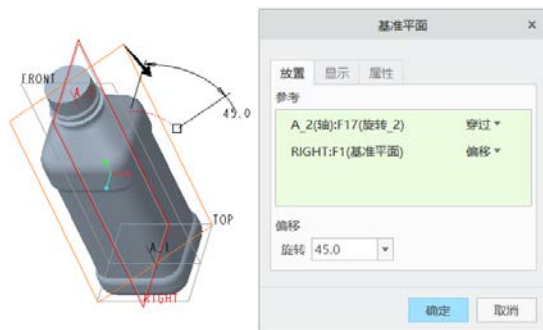

图 13-67 创建基准平面 DTM2
- 2 选择的参考及其放置约束、旋转偏移角度如图 13-67 所示。